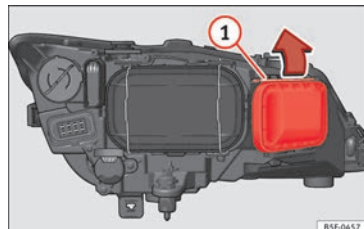

Fig. 108 Lampadina per anabbaglianti.
- Far scorrere il tirante » **fig. 108** ① nel senso della freccia e sfilare la chiusura.